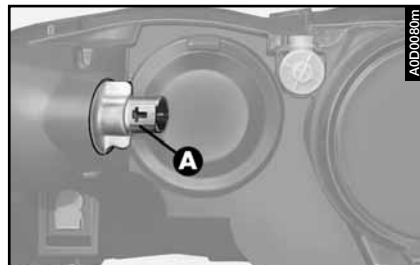

fig. 48
- girar hacia la izquierda y sacar el grupo portalámparas (**A- fig. 48**) sin desenchufar el conector;